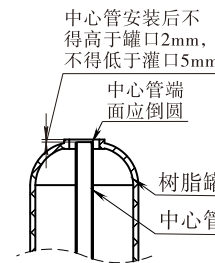

图1
②如图1, 中心管安装后不得高于罐口2mm, 不得低于罐口5mm, 且中心管端部应倒圆, 以防损坏中心管O形圈。
③安装控制阀时, 应防止基座O形圈脱落。